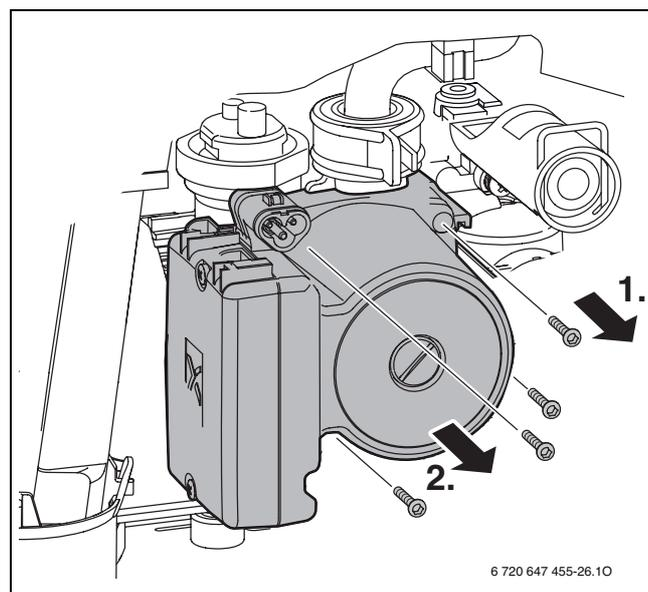

Fig. 77
- ▶ Rimuovere le quattro viti (→fig. 77).